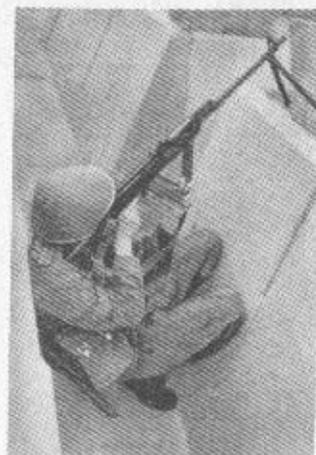

Bild 59 Schießen auf Luftziele
- a) Der Schütze hockt auf der Grabenschle und legt den linken Unterarm und das Magazin der MPI an der vorderen Grabenwand an. Beim IMG wird das Zweibein auf der Brustwehr oder dem Grabenrand aufgestellt (Bild 59). Bei ungenügendem Erhöhungswinkel setzt sich der Schütze in den Graben; der Grabenrand ist mit einem Sandsack, Rasenstücken o. ä. abzupolstern.